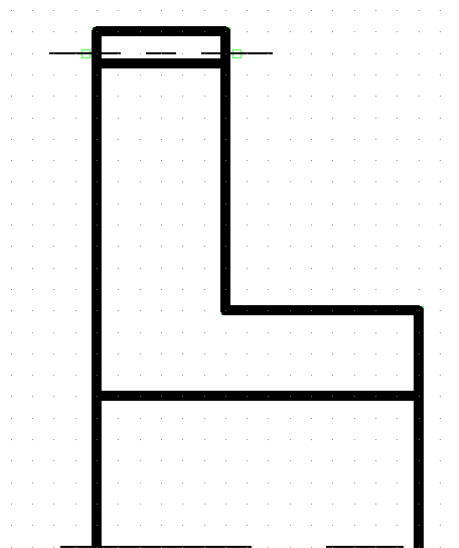

*Рис. 1.6. Начало создания чертежа*
4) Для завершения вычерчивания половины контура зубчатого колеса проводим линию вертикально вниз до осевой, что должно выглядеть примерно, как показано на рис. 1.6;